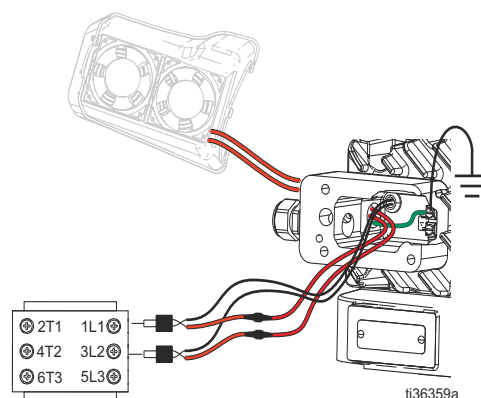

FIG. 15: Ansluta jordskruv
3. Använd en skoning för att ansluta varje fläktledning till en av de två ledningar som kommer ut från elektronikåpan (3) och pressa ihop skoningen med ett krimpningsverktyg. Anslut därefter den ena ledningen till frångkopplingsblockets (7) terminaler 1L1, och den andra ledningen till plats 3L2. Se FIG. 15 på sidan 15.
4. Stoppa tillbaka ledningarna i kopplingsboxen (88) och sätt tillbaka kopplingsboxens kåpa (89) med de fyra skruvarna (91) och brickorna (19).